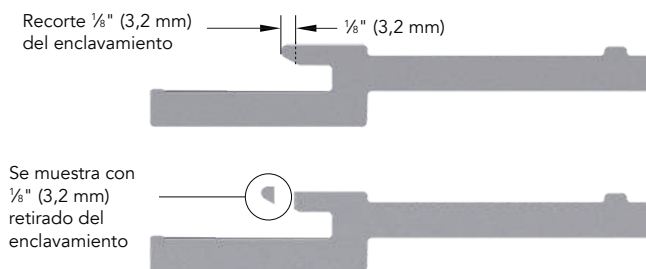

Figura 10
- Puede que sea necesario quitar $\frac{1}{8}$ " (3,2 mm) del enclavamiento del panel que se va a instalar para permitir que el panel se deslice dentro de la moldura, quite el panel existente y encaje correctamente. Utilice una hoja para todo uso para realizar esta tarea (Figura 10).
- El último tramo puede requerir que retire $\frac{1}{8}$ " (3,2 mm) del enclavamiento del panel que se va a instalar, permitiendo que el panel se deslice dentro del accesorio de moldura y se enganche en el panel anterior (Figura 10).